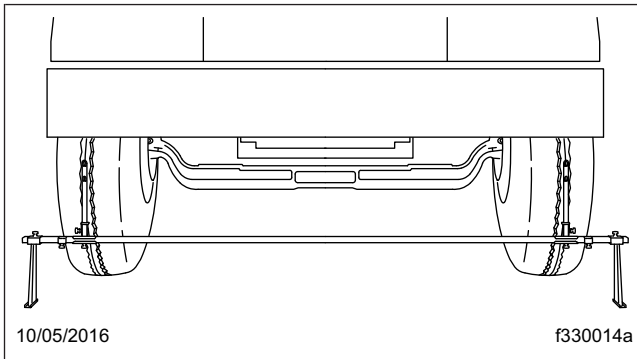
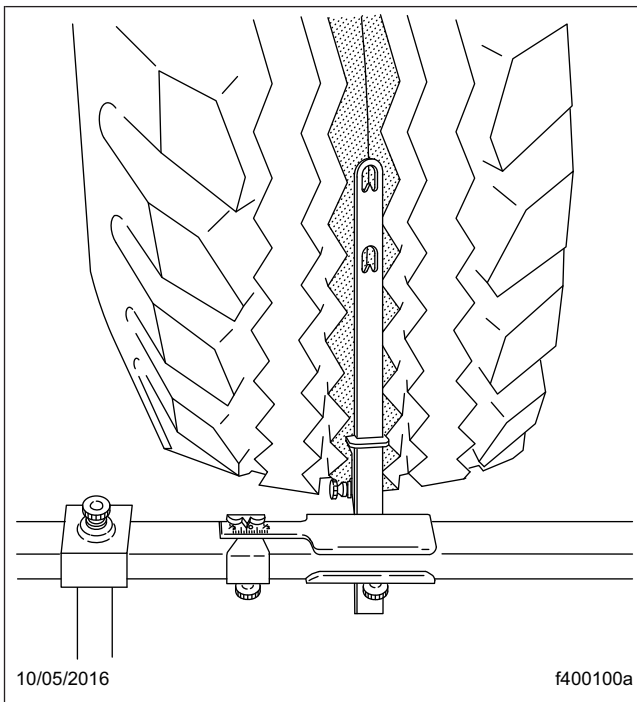

Figura 6, Cómo colocar el compás de varas
Figura 7, Ajuste de los indicadores del compás de varas
7. Coloque un compás de varas en la parte delantera de los neumáticos (vea la **Figura 6**) y ajuste el extremo de la escala para que las puntas indicadoras se alineen con las líneas trazadas. Vea la **Figura 7**.